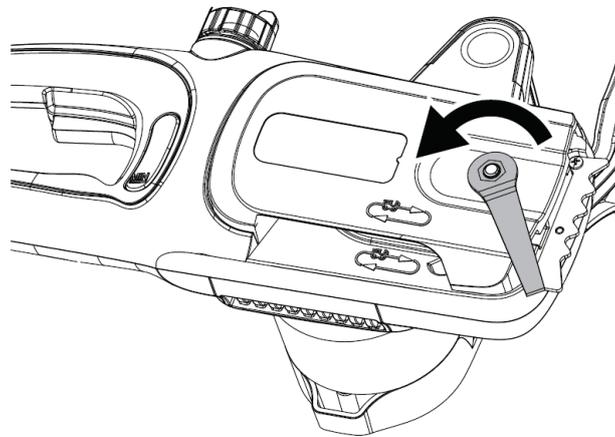

Fig. 13
2. Use uma chave remover a tampa do sabre (Fig. 13).